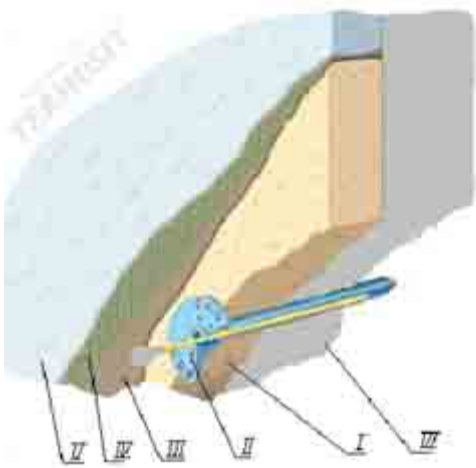

Рис. 4.11. Отделка откосов (I- утеплитель, II-дюбель, III-клей, IV-стеклосетка, V-грунтовка).
- Отделка откосов декоративной штукатуркой выполняется в следующем порядке: на откосы клеится утеплитель (например, пеноплекс плотностью 35 кг/м³), его необходимо дополнительно закрепить дюбелями, после чего наносится клей и армирующая стеклосетка, поверхность грунтуется и наносится декоративная штукатурка (рис.4.11).